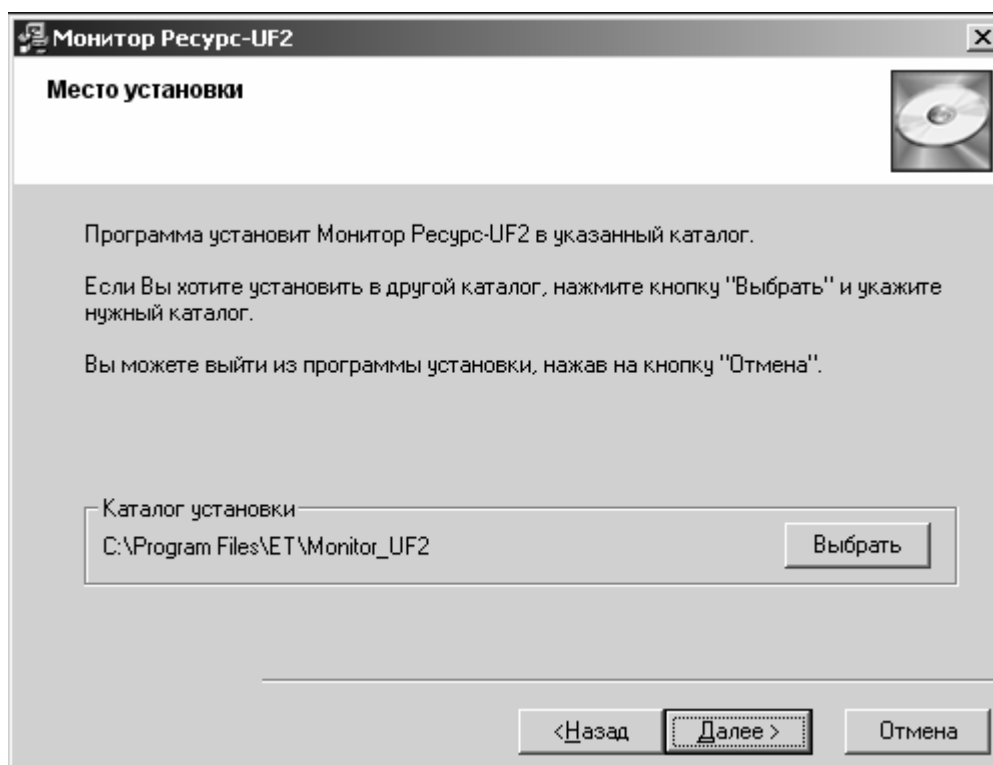

Рисунок 3.2 Диалог «Выбор рабочего каталога»
3.4.2 Программное обеспечение устанавливается по умолчанию в рабочий каталог: drive:\Program Files\ET\ MonitorUF2.exe, где drive – имя диска с операционной системой. Изменить или принять имя рабочего каталога программы можно в окне «Место установки» (рисунок 3.2).